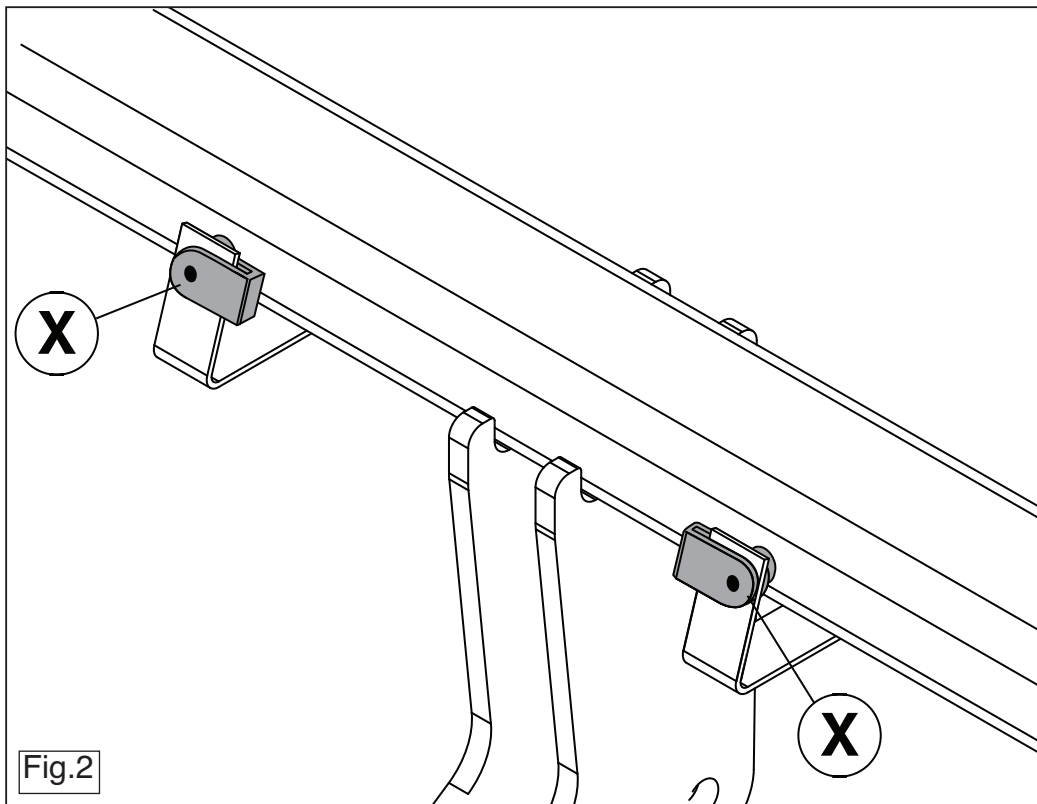

Fig.2
2. Закрепить деталь X на буксирном крюке. (См. рисунок 2).
6. **Corsa (D);2006-2014 + Corsa (D)Ecoflex;2010-2014:** Выпилить из бампера в середине снизу часть размером 66 мм шириной и 95 мм глубиной.